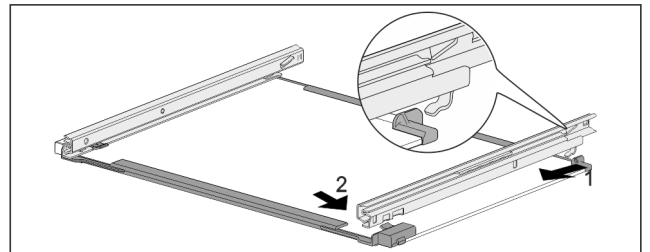

Fig. 192 Lasihylly kiskoilla
- ▶ Aseta kisko paikalleen takaa. Fig. 192 (1)
- ▶ Aseta kisko paikalleen edestä. Fig. 192 (2)